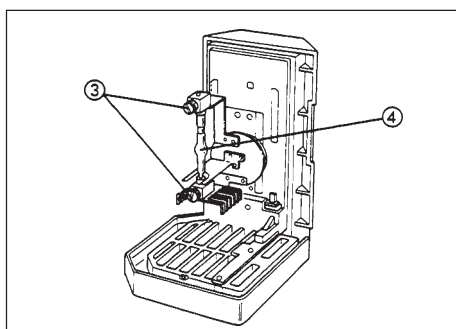

Fig. 4
3. Retourner l'embase sens dessus dessous tel qu'illustré à la Fig. 4.
- ④ Desserrer les deux vis de fixation ③ de la lampe pour déposer la broche de transport lors de la toute première utilisation de l'unité ou pour déposer la lampe usagée en vue de la remplacer par une nouvelle. (Fig. 4)
4. Introduire fermement le pôle + de la lampe à mercure spécifiée ④ dans l'encoche supérieure et le pôle - dans l'encoche inférieure. (Fig. 4)